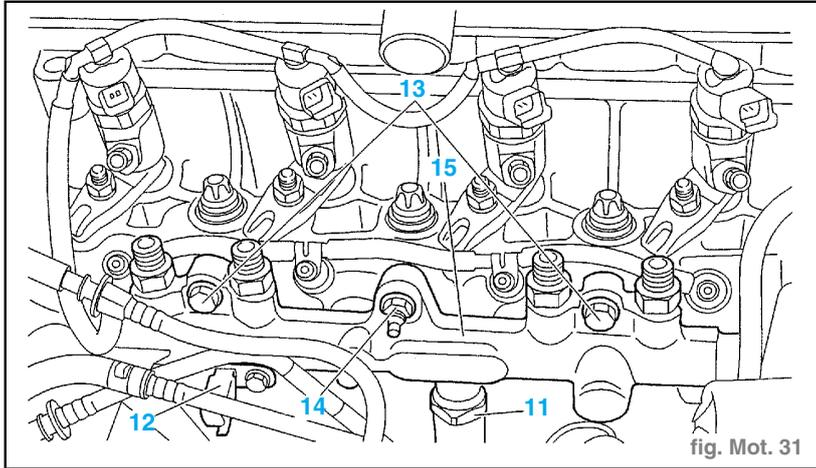

fig. Mot. 31
- le capteur haute pression carburant (11), (fig. Mot. 31)
- la sonde de température carburant (12).
- les vis (13),
- l'écrou (14),
- la rampe (15) d'injection commune haute pression carburant.